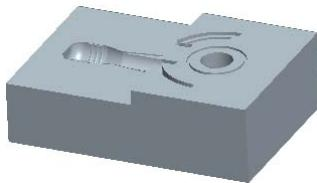

图 10.41 着色后的下半部分体积块
Step5. 此时，系统弹出“属性”对话框，在该对话框中单击 **着色** 按钮，着色后的模型如图 10.41 所示；然后在对话框中输入名称 lower_vol，单击 **确定** 按钮。